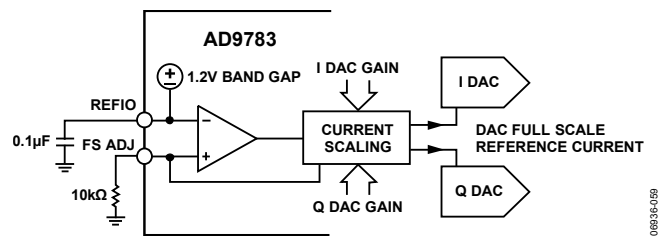

図 62. リファレンス回路
8.66 ~ 31.66 mA の範囲で I DAC と Q DAC のフルスケール電流を設定できます。最初に 1.2 V のバンドギャップ・リファレンスを使用して、FS ADJ (54 番ピン) に接続された外部抵抗の電流を設定します。図 62 にリファレンス回路の簡略ブロック図を示します。外部抵抗が抵抗を流れるように設定され、これにより 120 µA の I_{REFERENCE} が抵抗を流れるように設定され、これで 20 mA の DAC 出力フルスケール電流が生じます。ゲイン誤差はこの抵抗に比例して変化するので、高精度の抵抗を使用することによって、この各デバイスの内部マッチング仕様までゲイン・マッチングが改善されます。内部電流ミラー回路で電流ゲインのスケールリングが行なわれます。I DAC または Q DAC ゲインは SPI ポート・レジスタの 10 ビット・ワードで設定します。この DAC ゲイン・レジスタのデフォルト値では、約 20 mA のフルスケール電流出力 (I_{FS}) が発生します。I_{FS} は以下の式から求められます。